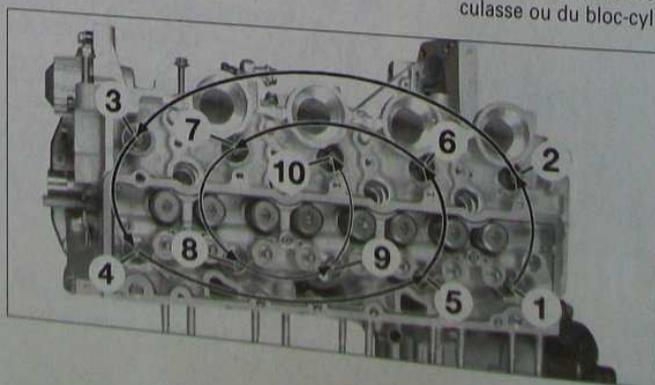

FIG. 37
- les pions butée de bride d'injecteurs (16) en prenant soin de repérer leur position.
- les vis de culasse dans l'ordre indiqué (Fig.37).